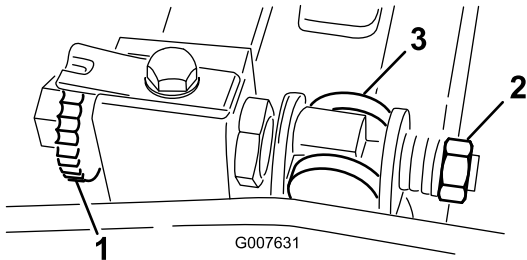

图55
1. 逆时针旋转底刀架调节螺丝将底刀后撤离滚刀 图 55。
2. 退出弹簧加压螺母直到垫圈不再对底刀架 图55 施压。